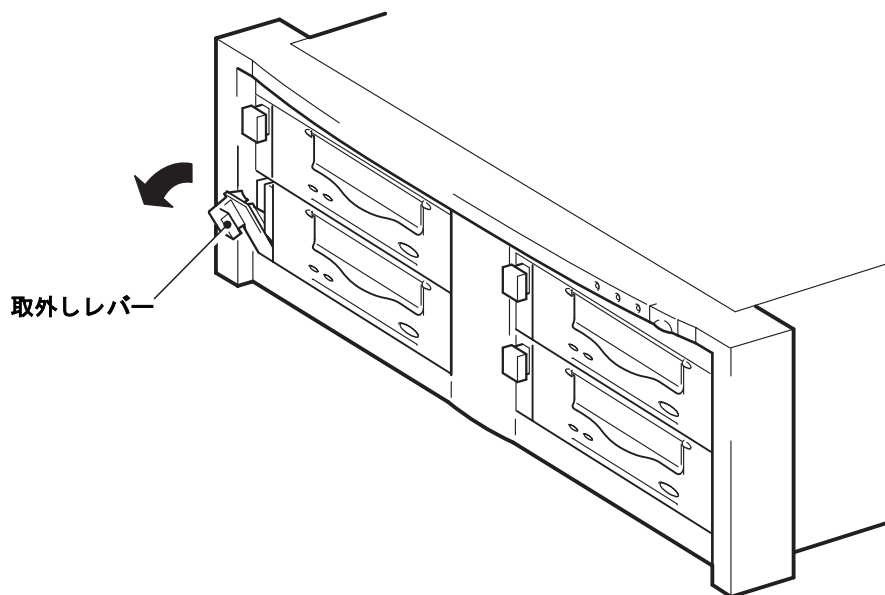

図 9a: 取外しレバーを手前に引く
- 1 交換するドライブの取外しレバーを引くと、ドライブはアウト・ポジションになります。（図 9a を参照）。